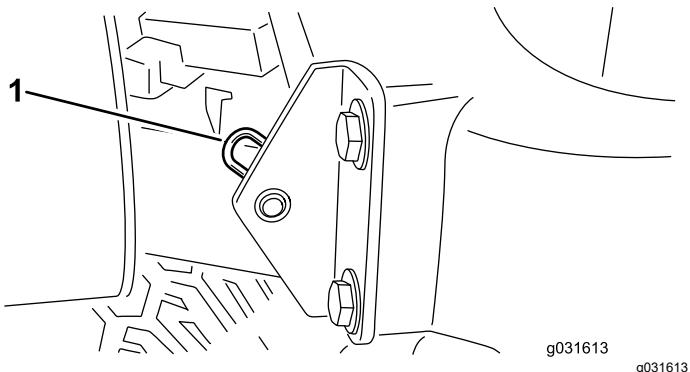

Figura 31
2. Togliete la coppia che fissa il perno del cofano alle staffe di montaggio (Figura 31).